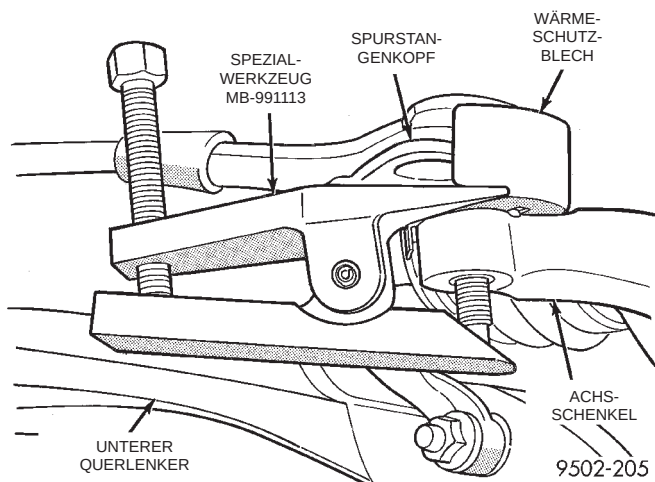

Abb. 29 Spurstangenkopf aus dem Achsschenkel herausziehen
(4) Den Gewindebolzen des Spurstangenkopfes mit Spezialwerkzeug MB-991113 aus dem Achsschenkel herausziehen (Abb. 29).